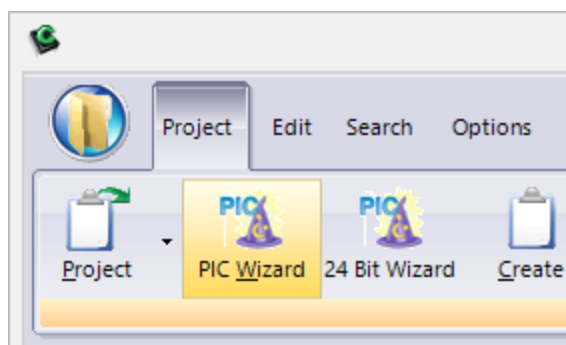

Рисунок 3.2.1 – Процес створення проекту у **IDE PCWH**
1. Запустити **IDE PCWH**, натиснути кнопку Projects майстра PIC Wizard (рис. 3.2.1):